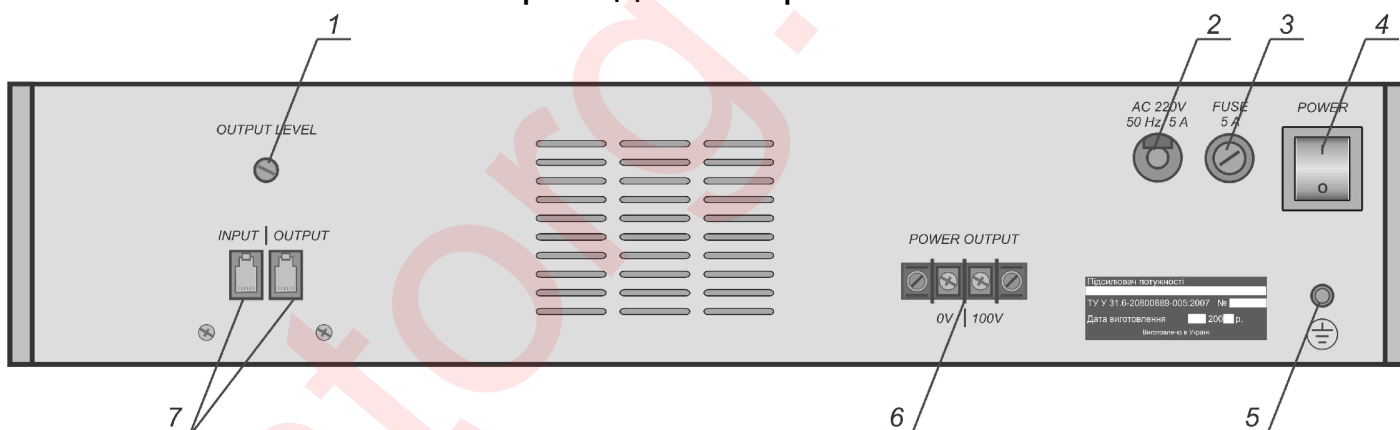

Рисунок 13 Усилитель мощности 200, 400, 600ПП032М
9.4 Размещение клемм и гнезд на задней панели усилителя мощности и их назначение приведено на рис. 13 и 14.